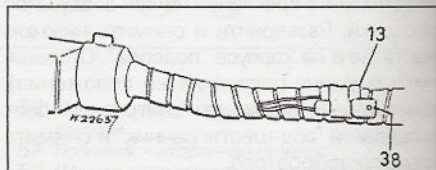

Рис. 4.8 Увеличение холостых оборотов - соедините выводы 13 и 38
8. Переключите между собой два свободных вывода на косе проводки (рис. 4.8), в частности, таким образом, вывод 13 БЭУ на корпус. Обороты увеличатся на 100 мин⁻¹.